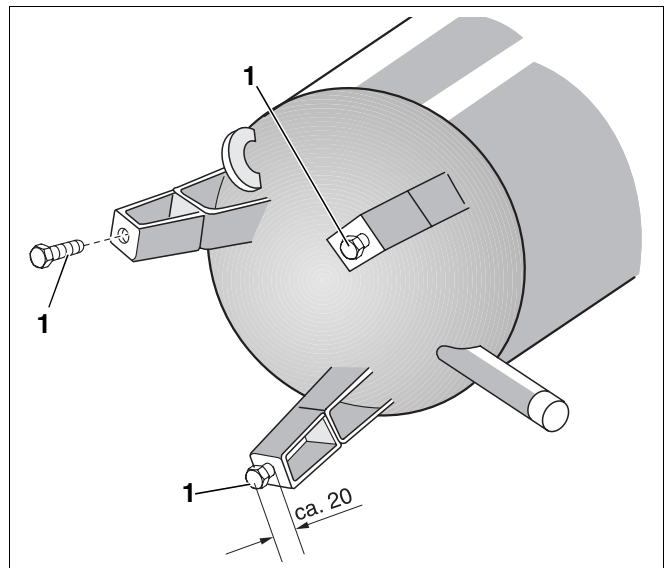

Abb. 3 Nutzung der Befestigungsschrauben als Fußschrauben (Prinzipabbildung)
- Befestigungsschrauben als Fußschrauben (Abb. 3, **Pos. 1**) bis auf ca. 20 mm in die Speicherfüße eindrehen.